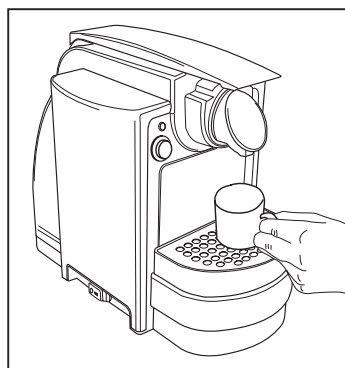

Fig. 5
- Controllare che non ci siano capsule all'interno e accendere la macchina azionando l'interruttore principale (9)
- Posare una grande tazza vuota sotto l'apertura di erogazione caffè/tè/bevande. (Fig. 5)